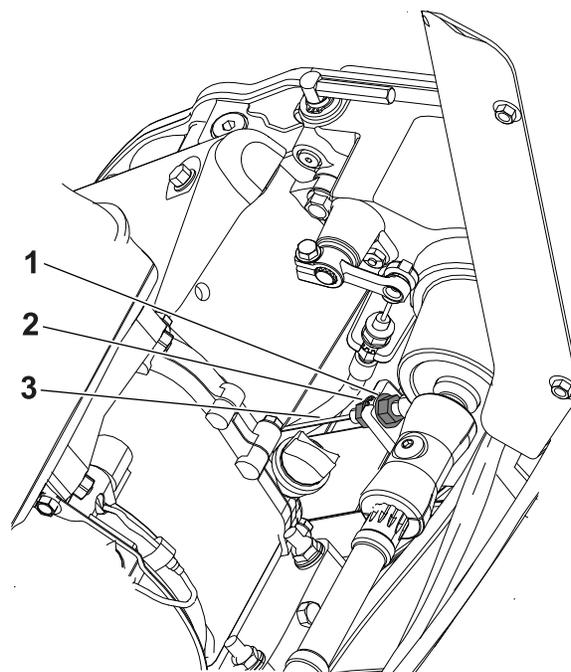

Рисунок 38
2. Ослабьте заднюю зажимную гайку и затяните переднюю зажимную гайку (Рисунок 38).